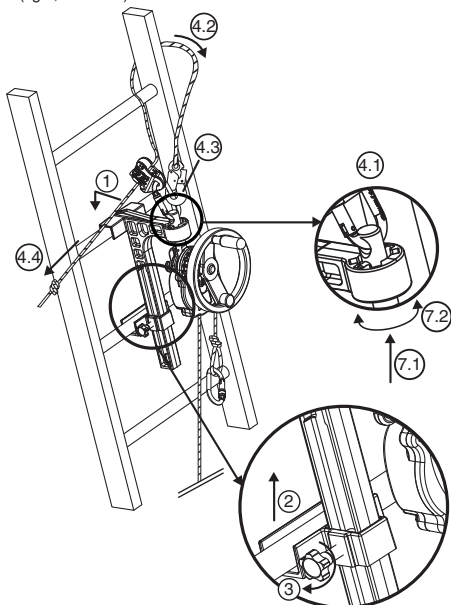

Fig.6
6.3.2 Appareil DEROPE™ UP B (Fig.6)
1. Mettre en place la grande console verrouillable sur le barreau de l'échelle à la position choisie pour réaliser l'opération de sauvetage, au dessus de la personne à évacuer (fig.6, 1).
2. Remonter le coulisseau de blocage au niveau du barreau immédiatement en dessous de celui qui reçoit la grande console (fig.6, 2).
3. Serrer l'axe de blocage du coulisseau à l'aide du bouton de serrage se trouvant sur le côté de la console (fig.6, 3).
- Fixer le connecteur du dispositif de réglage LCM 05 dans le trou du haut de l'axe de d'accrochage (fig.6, 4.1).
tants de l'échelle (fig.6, 4.2).
- Connecter le connecteur de la longe d'assurance dans le connecteur du dispositif de réglage LCM 05 (fig.6, 4.3).
- Tendre la longe d'assurance en tirant sur le brin libre (fig.6, 4.4).
7. Orienter l'appareil DEROPE™ selon le besoin en modifiant la position de l'axe d'accrochage dans le dispositif d'indexage (fig.6, 7.1 – 7.2).